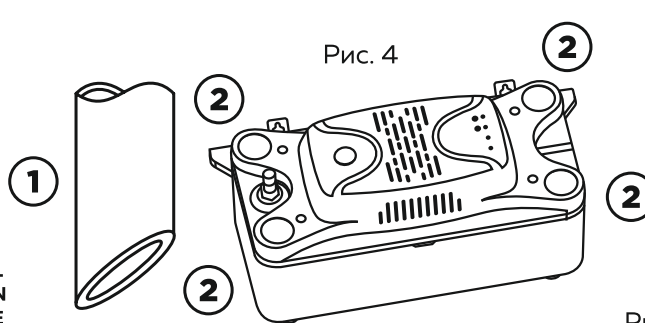

Рис. 4
1. Протяните гибкую трубку от поддона испарителя до насоса и направьте ее конец, предварительно срезав его под углом более 30° (рис. 4, п.1.), в одно из четырех приемных отверстий (рис. 4 п. 2) на глубину 3 – 8 см. Убедитесь, что конденсат беспрепятственно сливается в резервуар помпы, а сама трубка не мешает работе поплавкового механизма.